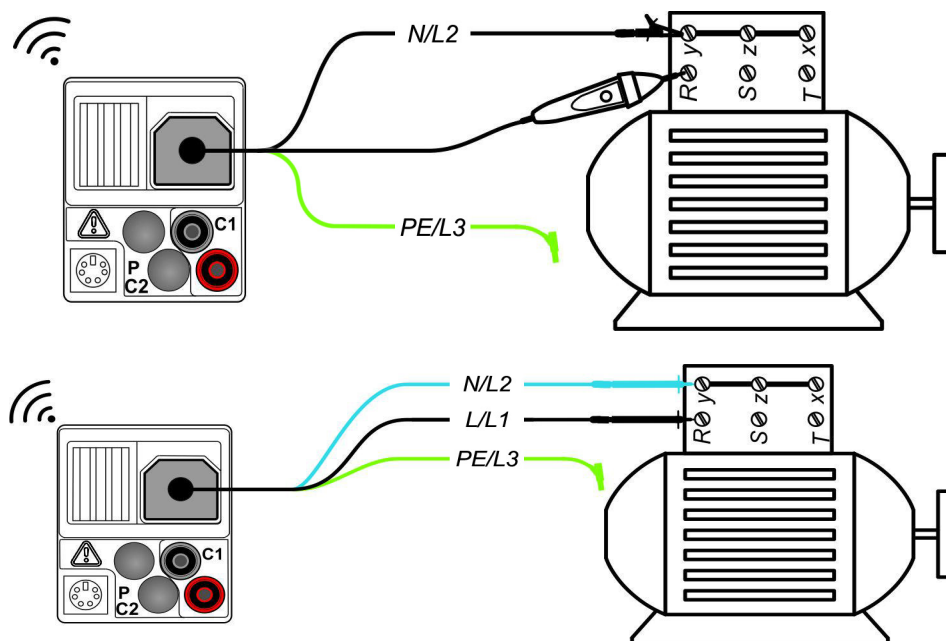

Abbildung 5.11: Anwendung der optionalen Commander-Prüfspitze (Artikelnummer: 044115) und 3-Leiter-Prüfleitung - Abbildung am Beispiel des IT 130
- ❑ Kontaktieren Sie die Prüflleitungen an das Prüfobjekt (siehe Abbildung 5.11).